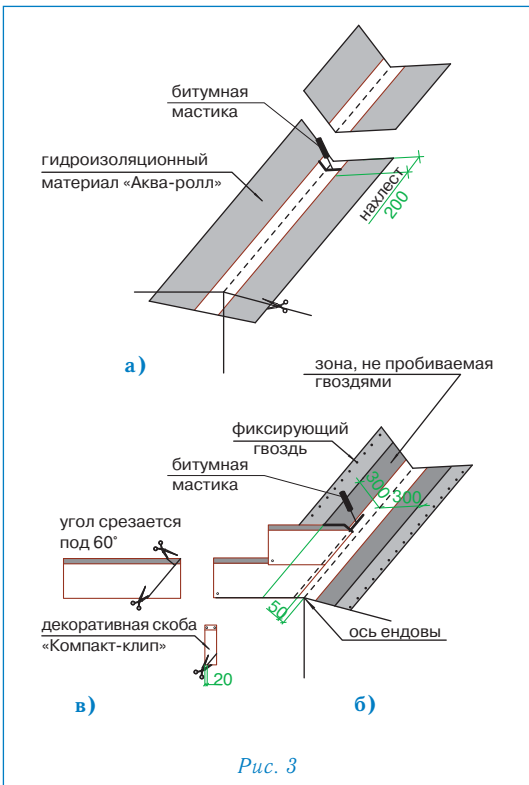

Рис. 3
Ендова (рис. 3)
- ровно по центру ендовы расстилается специальный рулонный материал «Аква-ролл», фиксируется в верхней части двумя гвоздями и обрезается в нижней части по линии карниза (рис. 3а);
2. «Аква-ролл» укладывается с нахлестом 20 см, место нахлеста тщательно обрабатывается битумной мастикой (рис. 3а).
- непосредственно перед укладкой в ендову черепицы, защитная пленка с лицевой стороны «Аква-ролла» снимается и на самоклеящуюся поверхность укладываются листы черепицы, обрезанные в соответствии с заранее отбитыми линиями (рис. 3б);
Внимание: 1. Необходимо также подрезать верхний уголок обрезанного края листа (см. рис. 3в) для правильного стока воды.
2. Крепление обрезанного листа к медной части «Аква-ролла» осуществляется при помощи сплошной полосы битумной мастики (рис. 3б).
4. В случае, если скоба «Компакт-клип» приходится на место обреза листа, можно либо обрезать накладку, оставив минимум 2 см в нижней части (рис. 3в), либо произвести укладку листов без использования накладки.